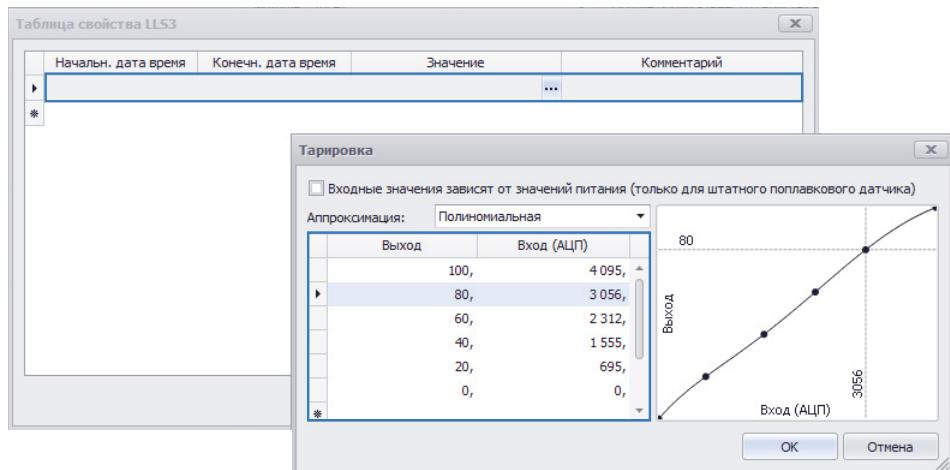

Рис.72. Тарировочная таблица датчика.
- Тарировочную таблицу необходимо ввести в меню «Тарировка» (Рис.72):